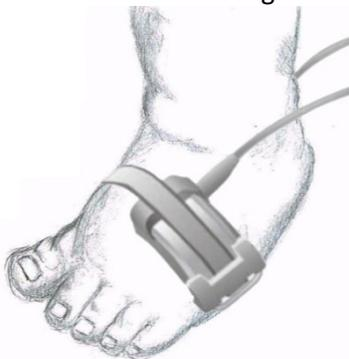

Figura 9-5 - Sensor para neonatos ubicado en el pie
- 2 Tire de la correa, pasando la misma a través de los tensores correspondientes situados a cada lado del sensor de oxímetro para fijarlo, como se ilustra en la figura 9.5.